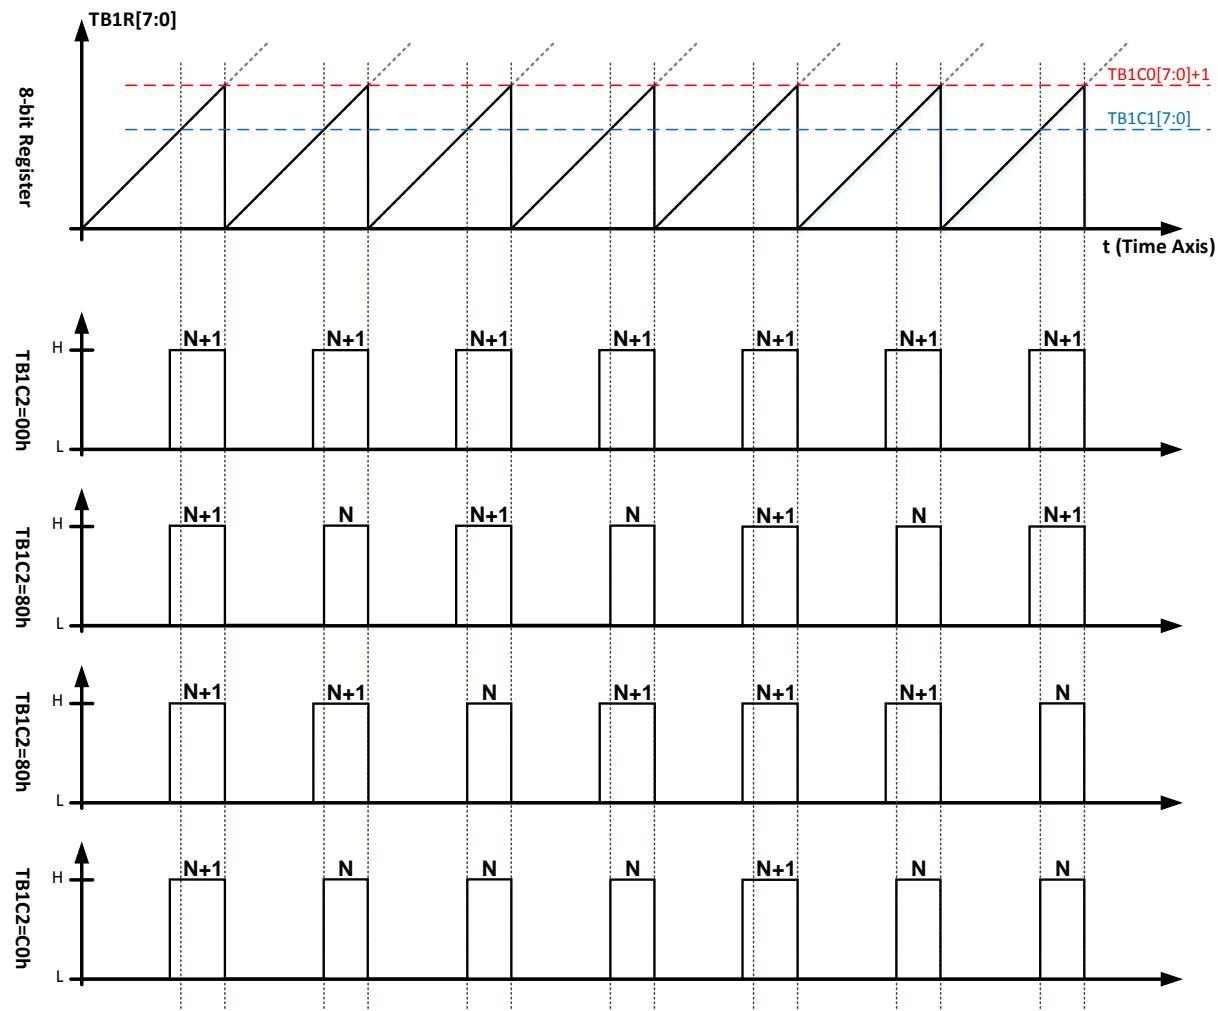

图 12-10 PWM5O 输出波形示意图 1
- 下表 12 -2、图 12-10 与图 12-10 部分列出 TB1C2[7:0]在不同设置下，8+8-bit PWM 波形变化以供使用者参考。